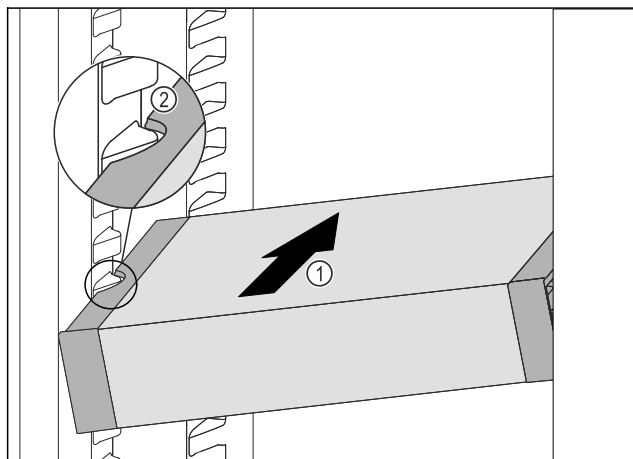

Fig. 99
- Työnnä VarioSafe vinossa asennossa jääkaappiosaan Fig. 99 (1), kunnes VarioSafen sivuilla olevat lovet Fig. 99 (2) ovat jääkaappiosassa olevien kotelokiilojen tasolla.